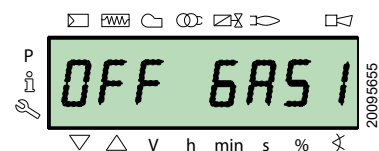

Abb. 43
- Gasbetrieb "OFF GAS1" (Abb. 43)